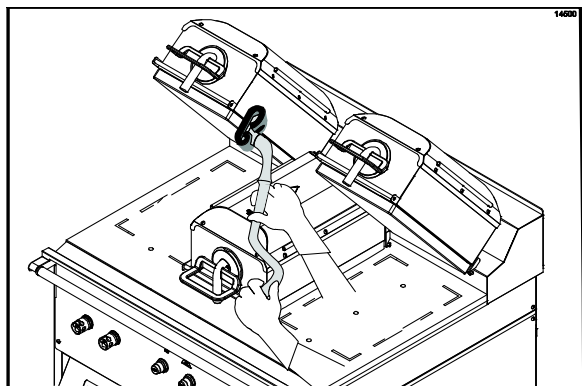

Figure 61
30. Frotter les bords intérieurs des plaques de droite et de gauche (Cf. Figure 61).